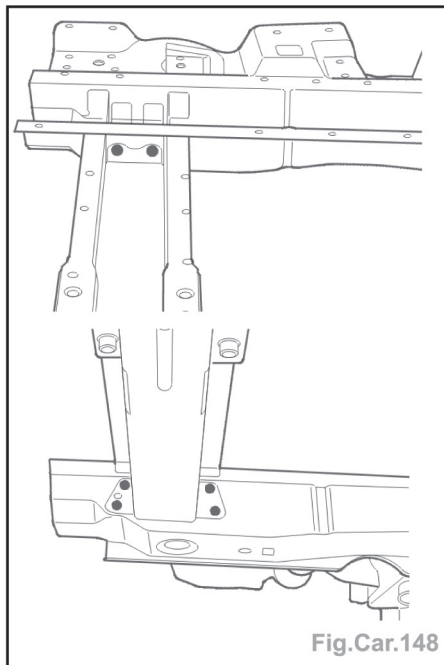

Fig.Car.148
- Souder par points électriques (opération symétrique) (Fig.Car.148).